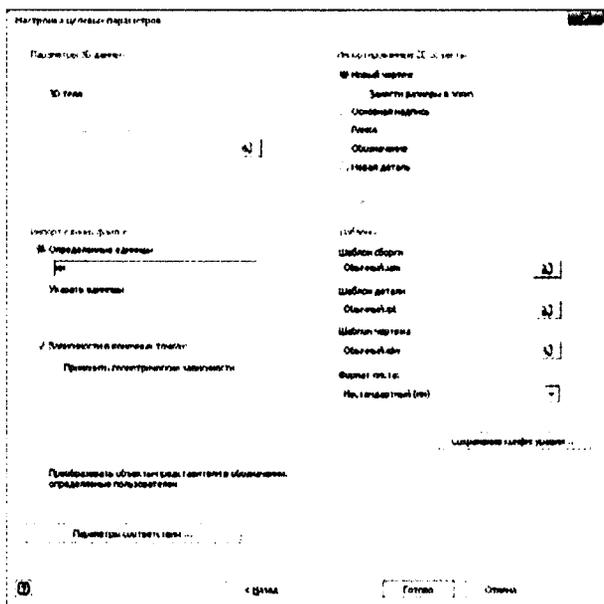

Рис. 14.3. Есть много опций, когда конвертируются данные AutoCAD в Inventor
8. В диалоговом окне **Настройка целевых параметров** (рис. 14.3) убедитесь, что выбрана опция **Зависимости в конечных точках** и что **Импортированные 2D-объекты** имеют значение **Новый чертеж**.